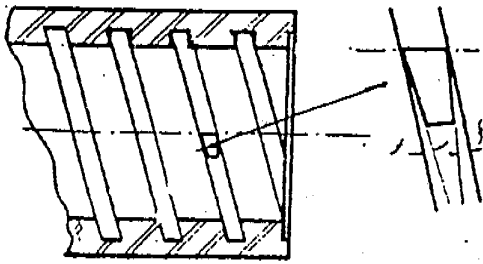

Figura 7
2. La inclinación de la punta de la herramienta debe ser igual a la inclinación de la hélice de la rosca, conservando los respectivos juegos laterales ( Figura 7 ).